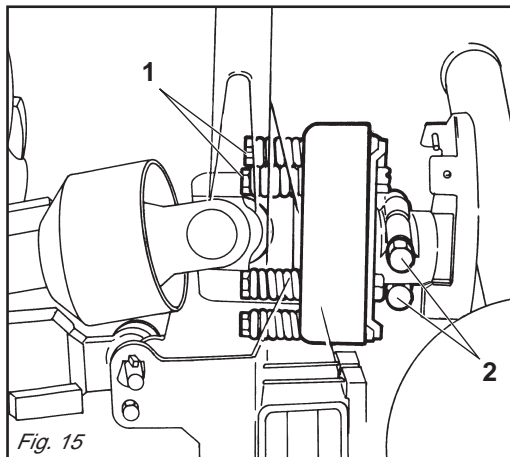

Fig. 15
Se slitta troppo facilmente (surriscaldandosi) è necessario avvitare uniformemente tutti i dadi (1 Fig. 15) che stringono le molle. Qualora l'albero cardanico fornito abbia il mozzo con bloccaggio a bulloni (2 Fig. 15), assicurarsi che questi siano serrati con forza.
Se la frizione non slitta, svitare uniformemente tutti i dadi (1 Fig. 15) che fissano le molle. Svitare un giro alla volta e verificare la frizione dopo circa 300 metri di lavoro. Se necessario ripetere l'operazione, sempre svitando un giro alla volta. Se la frizione mantiene durante il lavoro una temperatura di circa 40-50 gradi circa significa che è regolata in modo corretto. **Non serrare mai a fondo i dadi, poiché in tal modo si elimina la funzione delle molle e dunque della frizione a danno degli organi di trasmissione.**
*If it slips too easily (and overheats), it will be necessary to evenly tighten all the nuts (1 Fig. 15) that retain the springs. If the supplied cardan shaft has a bolt-locked hub (2 Fig. 15), check that these bolts are fully tightened.*
*If the clutch does not slip, evenly unscrew all the spring fixing nuts (1 Fig. 15). Unscrew one turn at a time and check the clutch after having worked about 300 meters. Repeat the operation if necessary, remembering to unscrew one turn at a time. If the clutch maintains a temperature of about 40-50 degrees during work, this means that it has been correctly regulated.*
Wenn die Kupplung zu schnell schlupft (Überhitzung), muß man alle Muttern (1 Abb. 15), die die Federn spannen, noch weiter anziehen.
Sollte die mit dem Gerät gelieferte Gelenkwelle eine mit Schraubbolzen blockierte Nabe (2 Abb. 15) haben, sicherstellen, daß diese angezogen sind.
Wenn die Kupplung nicht schlupft, alle Muttern (1 Abb. 15), die die Federn spannen, gleichmäßig lockern. Alle Muttern um eine Umdrehung losschrauben und die Kupplung nach 300 Metern Fahrstrecke prüfen. Den Vorgang falls erforderlich wiederholen, jeweils eine Umdrehung pro Versuch. Wenn die Kupplung während der Arbeit eine Temperatur von circa 40-50°C beibehält, ist sie richtig eingestellt.
*Lorsqu'il patine facilement (en se surchauffant) il faut visser de manière uniforme tous les écrous (1 Fig. 15) de serrage des ressorts. Si le moyeu de l'arbre à cardans dispose d'un blocage par boulons (2 Fig. 15), assurez-vous que ces derniers sont bien serrés.*
*Si l'embrayage ne patine pas, dévissez de manière uniforme tous les écrous (1 Fig. 15) de fixation des ressorts. Dévissez d'un tour à la fois et vérifiez l'embrayage après environ 300 mètres de travail. Si nécessaire, répétez l'opération en dévissant toujours d'un tour à la fois. Quand l'embrayage maintient une température d'environ 40-50 degrés pendant le travail, cela signifie qu'il est réglé correctement.*
Si patina muy fácilmente (recalentándose) es necesario ajustar uniformemente todas las tuercas (1 Fig. 15) que apretan en el resorte.
Si el árbol cardánico tiene el cubo con bloqueo de bulones (2 Fig. 15), controlar que estos últimos estén bien ajustados.
Si el embrague no patina, aflojar uniformemente todas las tuercas (1 Fig. 15) que fijan el resorte. Aflojar una vuelta a la vez y controlar el embrague luego de 300 metros de trabajo. Si es necesario repetir la operación siempre aflojando un giro a la vez. Si el embrague mantiene durante el trabajo una temperatura de 40-50 grados significa que está regulado en modo correcto.